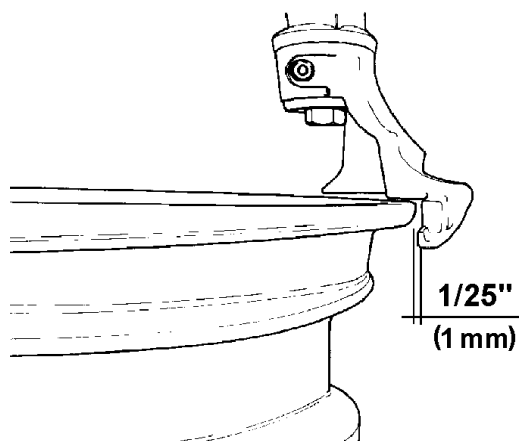

Fig.14
E. Positionner la tête de monte/démonte au contact avec le bord de la jante, pousser maintenant manuellement le levier de verrouillage vers le haut et le bloquer. L'outil se déplace automatiquement verticalement vers le haut et loin du bord de la jante. Tourner la poignée de réglage jusqu'à ce que l'outil s'éloigne du bord de la jante à peu près de 1/25" (1mm) (Fig 14) : cela est nécessaire pour éviter des dommages à la jante pendant le processus de changement.